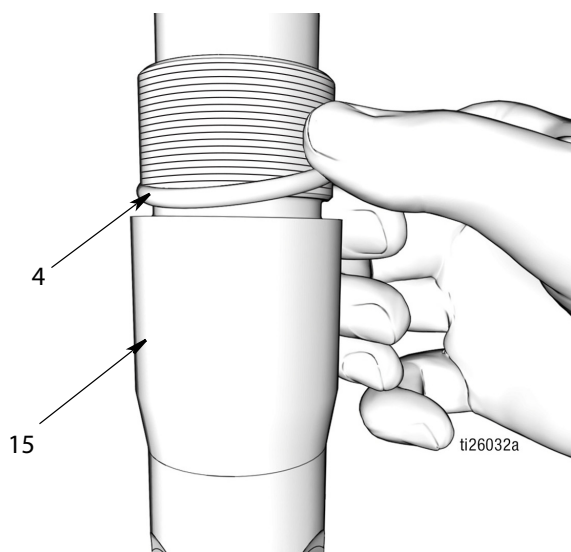

Рис. 43
- a. Используйте чистую салфетку для обтирания выпускного обратного клапана (15) и удаления любой грязи или загрязняющих веществ. Осмотрите поверхность на отсутствие любых царапин или повреждения. Замените поврежденные детали.
- b. Нанесите тонкий слой консистентной смазки на уплотнительное кольцо круглого сечения (4) и установите это кольцо вокруг выпускного обратного клапана (15) (Рис. 43).